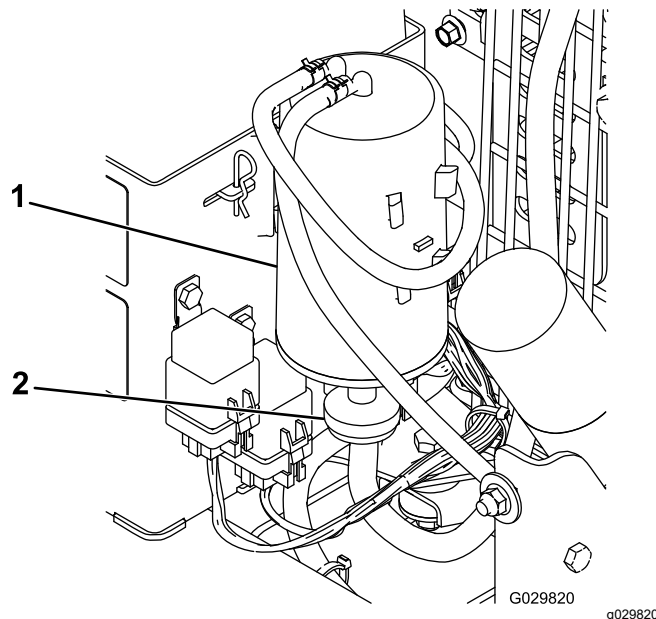

図 38
2. カーボンキャニスタフィルタを取り外して廃棄する図 38。